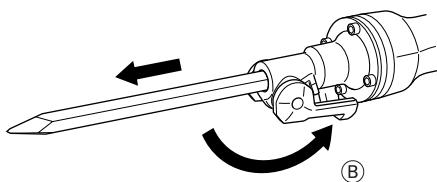

Fig. 7
- (3) Fije el accesorio en su lugar poniendo el retén en la posición Ⓑ. Para comprobar si el accesorio ha quedado adecuadamente montada, tire del mismo. (Fig. 7)